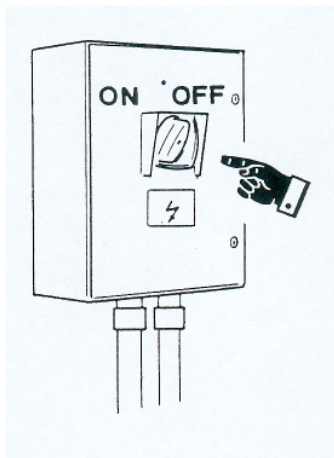

Fig.19
- Vérifier la pertinence et le bon fonctionnement de l'alimentation électrique: (fig. 19)